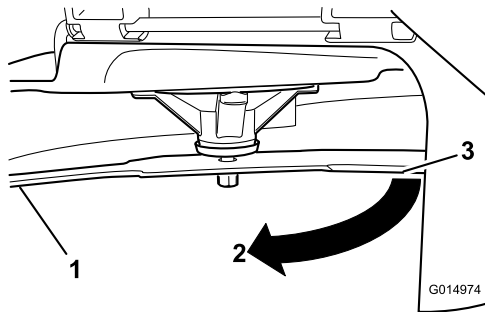

Bild 75
3. Zweiter zwischen Messer und Oberfläche (B) gemessener Abstand
4. Drehen Sie dasselbe Messer um 180 Grad, sodass die andere Schnittkante jetzt in derselben Stellung ist (**Bild 75**).